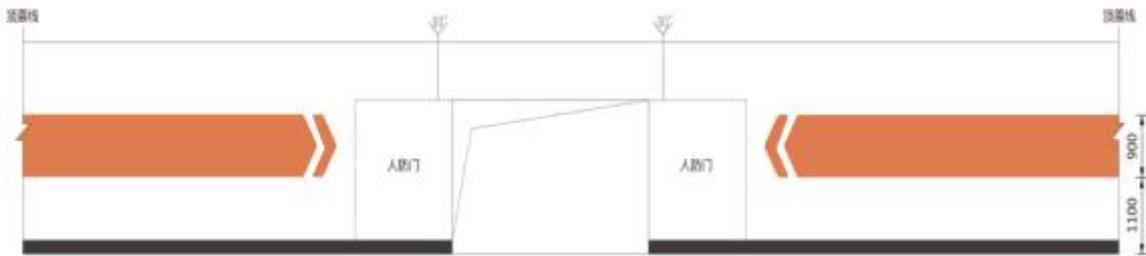

图 3-10 口部导引墙体标识示例
3.10 口部导引墙体标识。该标识是带箭头的条形指示标识，在含有人员掩蔽工程的人防工程临空墙外侧形成间断式合围一圈的标识，用于从地下空间内人防工程外部指示人员掩蔽工程最近的战时入口方向。标识样式及尺寸示例见图 3-10。